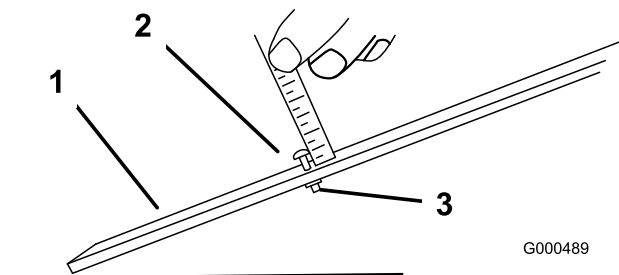

図 9
2. ゲージバーのナットをゆるめ、調整ネジを希望の刈り高に合わせる 図9ボルトの頭の下からバーの表面までの距離が刈り高となる。